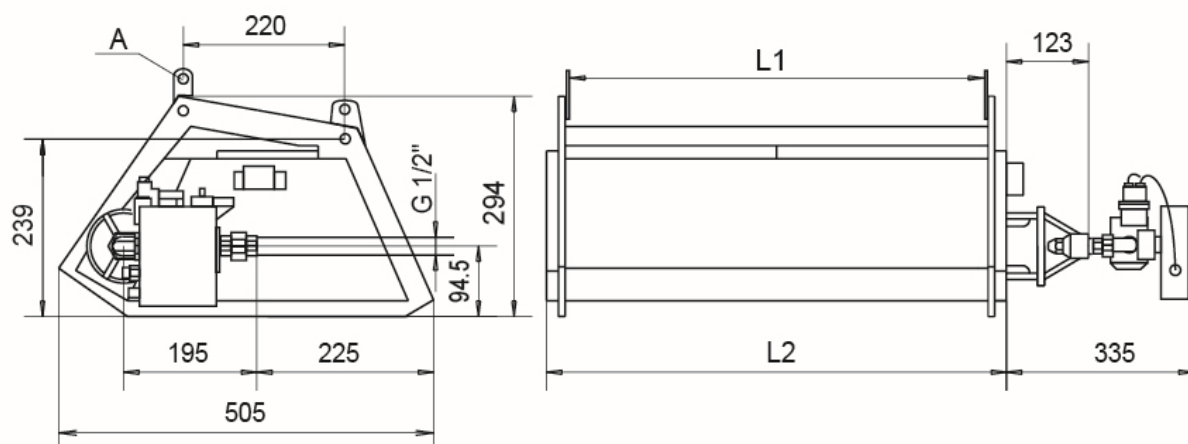

Fig. 9: Dimensiones del calentador
El calentador puede montarse en 4 puntos (A) (vea la **Fig. 9, página 14**).